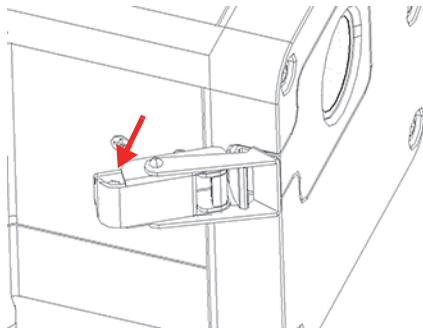

Рис. 4-2 Защелка поднята вверх
3. Потяните заднюю часть защелки, чтобы высвободить рамку окна (Рис. 4-2 на стр. 64).